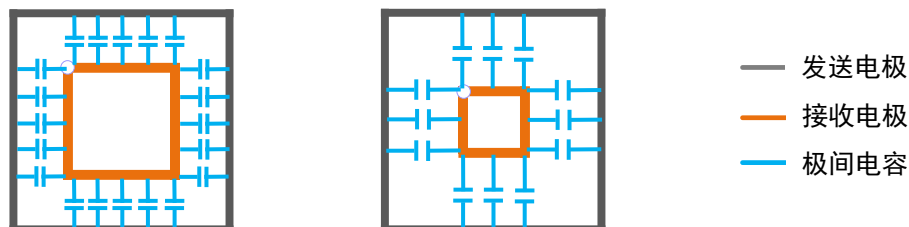

图4.6 极间电容的产生
1. 相向布线长度越大，耦合越强，极间电容也越大。极间电容的产生，如图 4.6 所示。